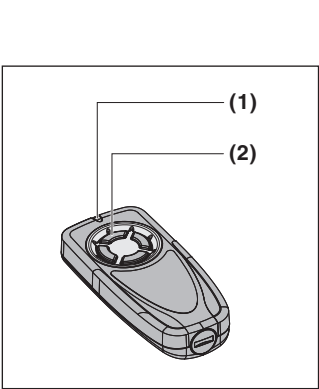

Fig. 1
2 Gerätebeschreibung (Fig. 1)
4.2 Den Handsender verwenden (Fig. 1)
- Die Taste (2) am Handsender drücken. Die mit der Taste verbundene Funktion (z. B. Tor auf /zu) wird ausgeführt.
2 Description de l'appareil (fig. 1)
4.2 Utilisation de l'émetteur (fig. 1)
- Appuyez sur la touche (2) de l'émetteur. La fonction liée à cette touche (par exemple ouverture / fermeture de la porte) s'exécute.